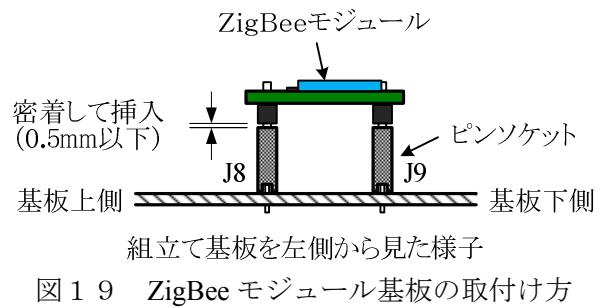

図 19 ZigBee モジュール基板の取付け方
- ⑯ ZigBee モジュール (IC8) は、図 19 のようにピンソケット (J8, J9) に挿入し取り付ける。ソケットとの隙間は、0.5mm 以下とする。挿入する向きに注意すること。